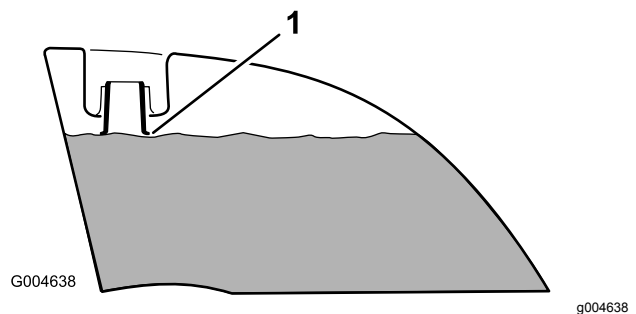

Figura 11
4. Añada combustible a ambos depósitos hasta que el nivel llegue al extremo inferior del cuello de llenado (Figura 11). **No llene demasiado los depósitos.**